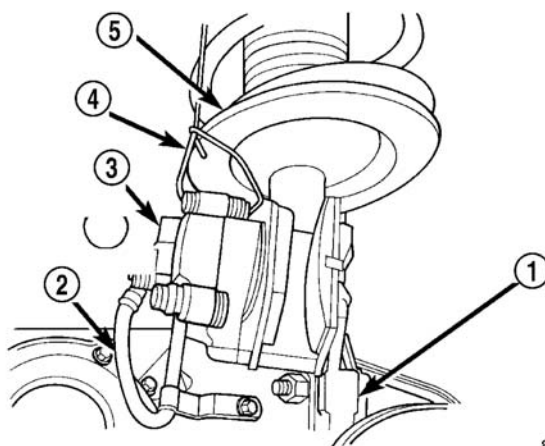

图 20 收起的前盘式制动器制动钳
(7) 用金属丝或绳，从前滑柱总成上吊起制动钳（图 20）。牢固地支撑好制动钳，以防制动钳重量由制动软管支撑。